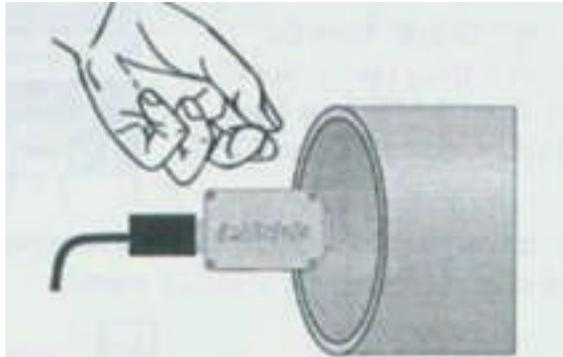

Figura 10.25. Chasquido frente al tubo
e) Chasque con los dedos en el extremo abierto del tubo, como se ve en la figura 10.25. Con el botón  podrá grabar y ver los resultados en la pantalla del osciloscopio.